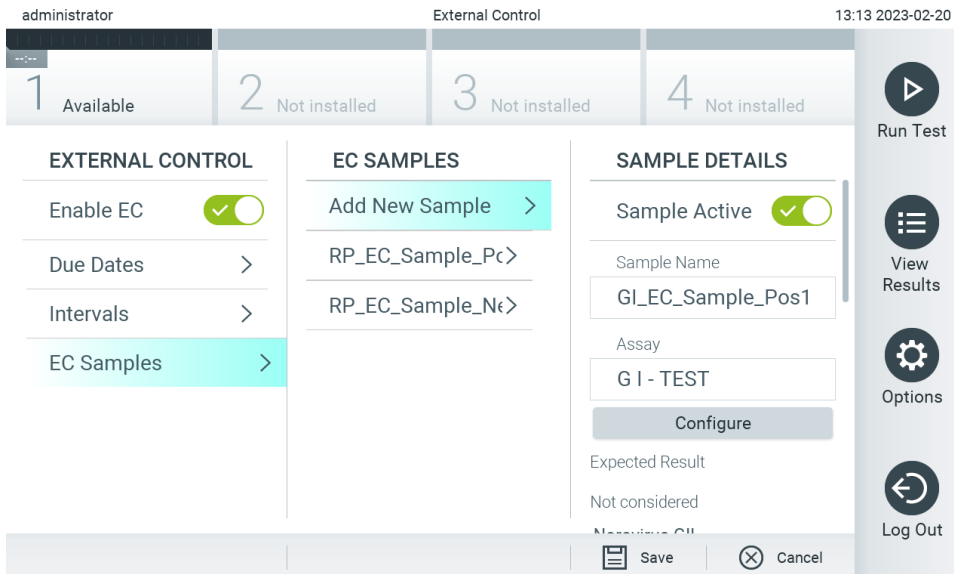
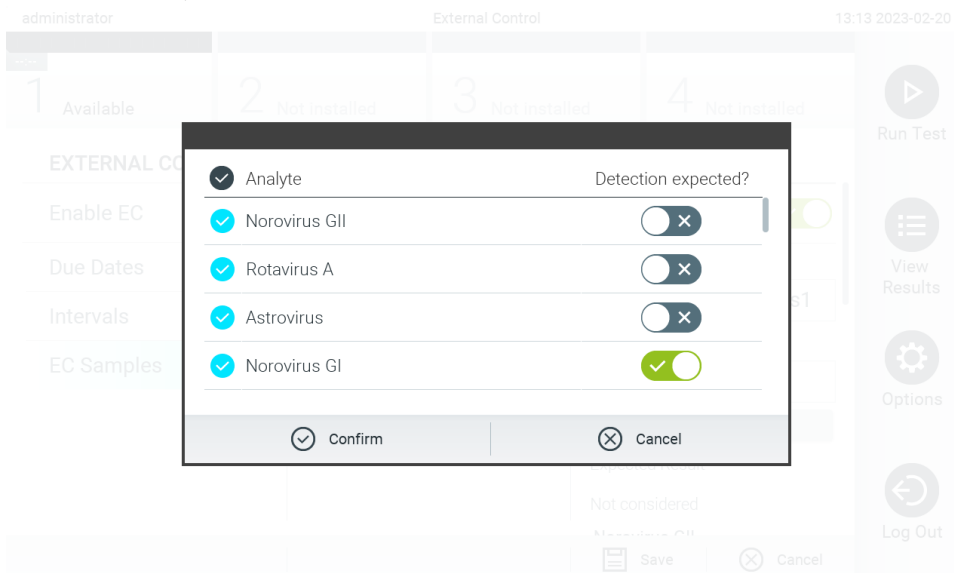

Figura 78. Ecranul External Control EC Samples (Probe EC de substanță de control externă).
Figura 79. Ecranul de configurare External Control EC Sample (Substanță de control externă, Probă EC).
9. Selectați **EC Samples** (Probe EC) pentru adăugarea sau editarea probelor utilizate într-o testare a substanței de control externe. Pentru a adăuga o probă EC nouă, apăsați pe **Add new Sample** (Adăugare probă nouă), apoi continuați configurarea în coloana din dreapta (Figura 78). Pentru a edita o probă EC, selectați o probă existentă din coloana din centru și continuați configurarea în coloana din dreapta.
10. Selectați Configure (Configurare) pentru a edita analiții dintr-o testare a substanței de control externe (Figura 78). În configurația External Control EC Sample (Probă EC substanță de control externă) se poate stabili dacă un analit este luat în considerare pentru testarea EC cu substanță de control externă și dacă se preconizează o detecție (Figura 79).